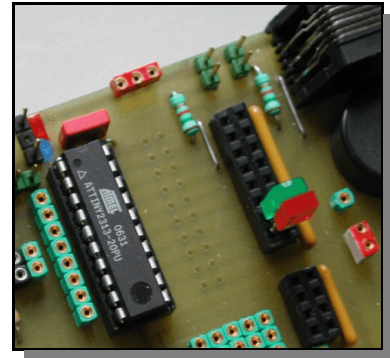

Abbildung 1
- 1.1 Schließen Sie eine rote LED an PortB.0 und eine grüne LED an PortB.1 an (vgl. Abb. 1). Achten Sie dabei darauf, dass die langen Anschlussbeine der LEDs zum Mikrocontroller hinweisen.
- 4.1 Schließen Sie eine LED an PortB.0 an (vgl. Abb. 1). Diese LED soll über den Taster T0 ein- und ausgeschaltet werden. Genauer: Solange der Taster T0 gedrückt ist, soll die LED leuchten, sonst nicht.